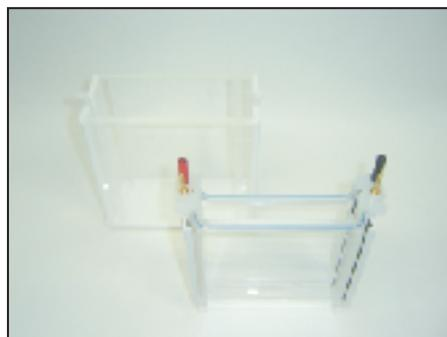

図 1
1. アッパーバッファーチャンバーの可動式カセットホルダー（リムーブガイドR側）を拡げ水平な所に置きます。また、セルベース内部側面に切り込み溝がある側を左側になるようになります。（図1）セルベースのストッパーは外側に向けておきます。